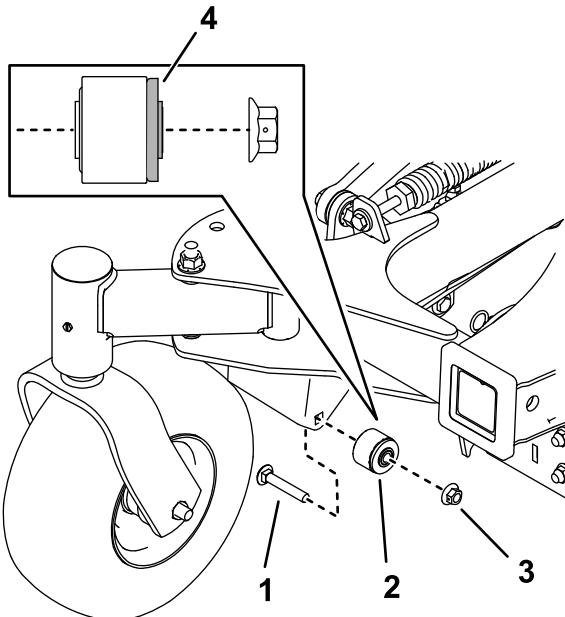

Figura 9
- Utilice un perno de cuello cuadrado (5/8" x 2 1/4") y una tuerca (5/8") para instalar los conjuntos de casquillos en la máquina (Figura 9). Apriete el perno a 37–45 N·m (27–33 pies-libra).
Nota: La brida de goma del casquillo debe estar orientada hacia el interior de la máquina, como se muestra en la Figura 9.